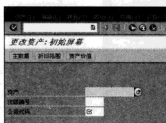

图 10-17 “更改资产：初始屏幕”界面
STEP 1 在 SAP 系统通过菜单选择“会计→财务会计→固定资产→资产→修改”选项，或者直接在命令栏中输入“AS02”命令，弹出“更改资产：初始屏幕”界面，如图 10-17 所示。